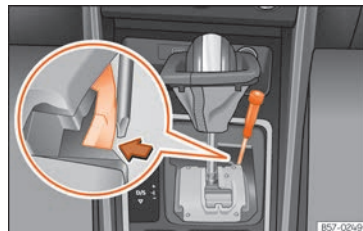

Fig. 57 Leva selettoria: sblocco di emergenza dalla posizione di parcheggio.
- Aiutandosi con un cacciavite, premere lateralmente il gancio giallo di sblocco » » » **fig. 57** e tenerlo premuto.